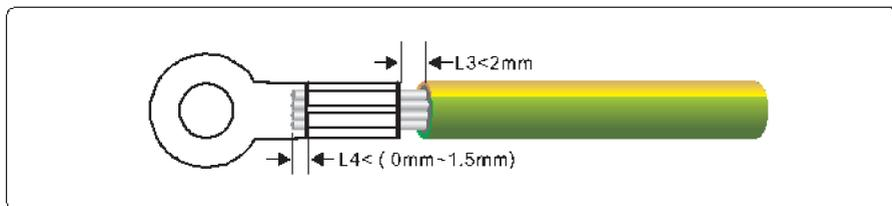

Figura 5.2 Crimpando um cabo(unit: mm)
Passo 2 Insira os fios do núcleo expostos nas áreas de crimpagem do terminal OT e crimpe-os usando um alicate hidráulico, como mostra a Figura 5.2.